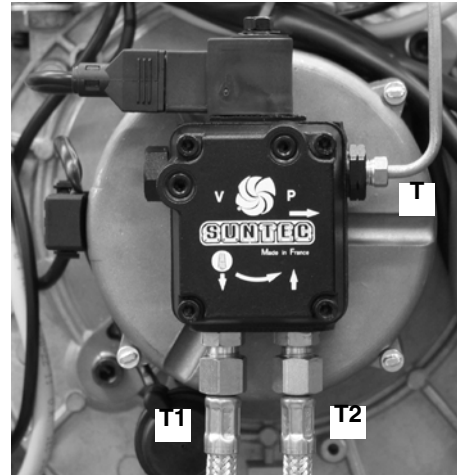

Fig. 21
- Destornillar de la bomba los tubos de gasóleo (Fig. 21).